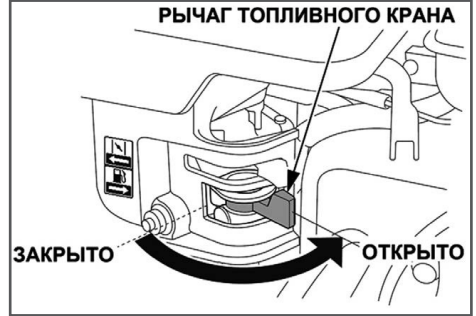

Рис. 10 Топливный кран открыт
1. Откройте топливный кран. Для этого рычаг топливного крана (Рис. 10) установите в крайнее правое положение.